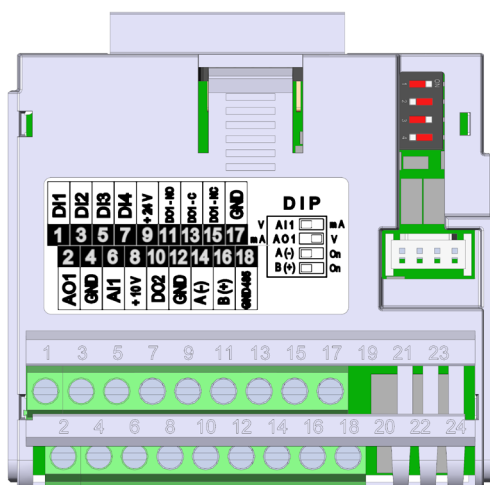

图20.1: 插入模块CFW500-IOS
CFW500-IOS插件模块只有通过RS-485端口的14 (A-) 和16 (B+) 的串行 (1) 接口, 见图20.1 (第20-1页)。另请参见, 端子 18 上的 GND485 与端子 17 和 4 上的 GND 隔离。